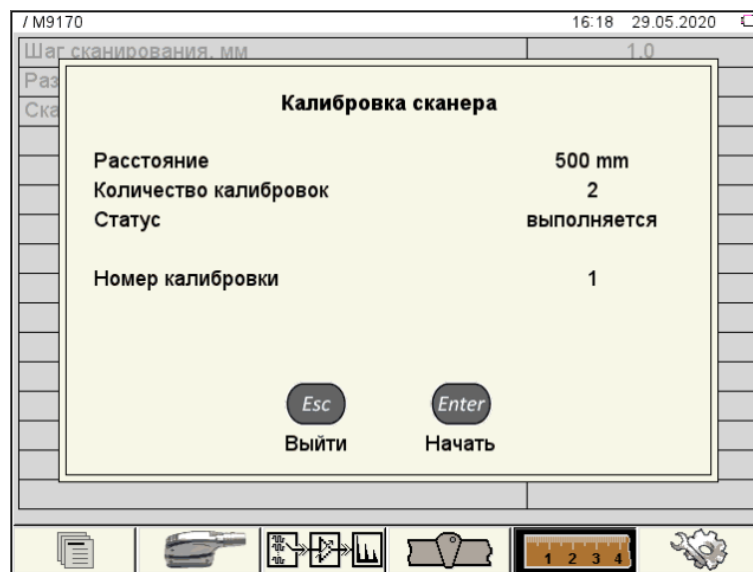

Рисунок 9 – Окно готовности к проведению текущей калибровки
2.3.8 Для запуска калибровки нажать клавишу  (Начать). Откроется окно с информацией о начале процесса калибровки (рисунок 9).